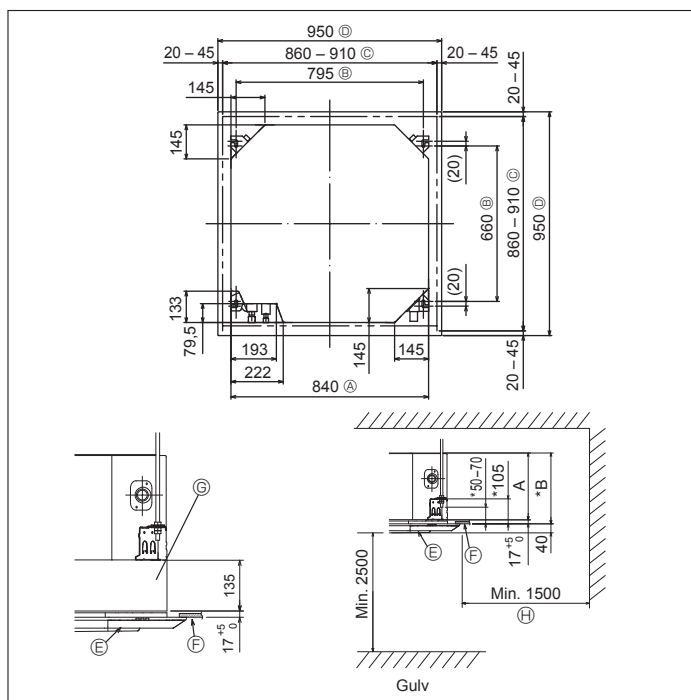

Fig. 3-2
### 3.2. Åbninger mod loft og placering for installation af suspensionsbolt (Fig. 3-2)
- \* Dimensionerne på åbningerne i loftet kan reguleres inden for det i Fig. 3-2 viste område. Hovedenheden centrerer i forhold til åbningen i loftet, således at mellemrummet mellem enhedens sider og loftkanterne er ens på alle sider.